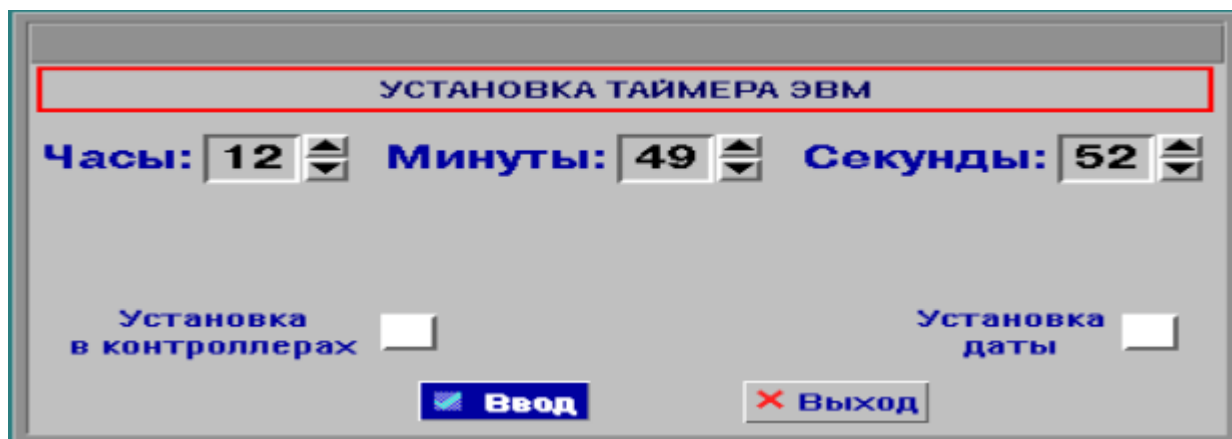

Рисунок 22 - Окно установки таймера ЭВМ
7.19.1 При нажатии «мышью» на кнопку «**Сервис**» в исходном состоянии системы и последующем выборе в появившемся меню темы «**Установка таймера ЭВМ**» отображается окно (см. рис. 22), в котором путем задания года, месяца, дня, часов, минут, секунд и нажатия «мышью» кнопки «**Ввод**» можно установить новые системные дату и время ЭВМ.